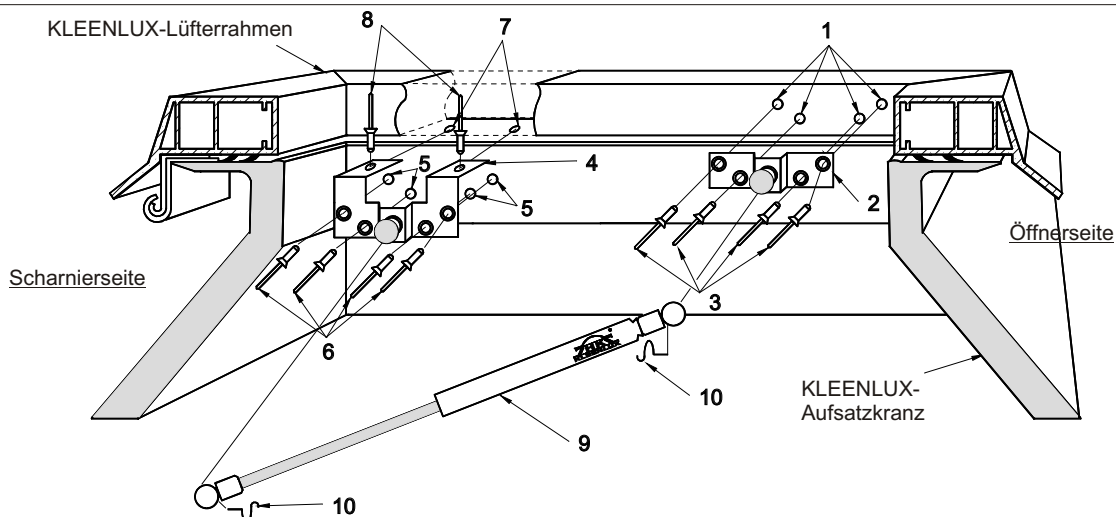

Abb. 3: Kugelkopf­konsolen- und Gasdruckfeder­montage
- ➋ Schieben Sie die untere Kugelkopf­konsole (Abb. 3, Pos. 4) mittig zur angezei­chneten Stelle zwischen Aufsatzkranz und Lüfter­rahmen und zeichnen die Bohr­stellen an der Aufsatzkranz-Innenseite an (Abb. 3, Pos. 5).
- ➌ Bohren Sie an den angezei­chneten Stellen Löcher mit $\text{\O} 5\text{mm}$ (Abb. 3, Pos. 5) und nieten die Kugelkopf­konsole fest (Abb. 3, Pos. 4+6).
- ➍ Positionieren Sie die obere Kugelkopf­konsole (Abb. 3, Pos. 2) mittig und waagrecht zur angezei­chneten Stelle am Lüfter­rahmen und zeichnen die Bohr­stellen an (Abb. 3, Pos. 1).
- ➎ Durchbohren Sie die angezei­chneten Stellen mit $\text{\O} 5\text{mm}$ und nieten die Kugelkopf­konsole am Lüfter­rahmen fest (Abb. 3, Pos. 2+3).
- ➐ Entriegeln Sie den Lüfter­rahmen und öffnen ihn auf ca. 85° . Klinken Sie die Gasdruckfeder(n) (Abb. 3, Pos. 9) fest in die obere und untere Kugelkopf­konsole ein (Abb. 3, Pos. 2+4).
- ➑ Setzen Sie die Sicherungsfedern an beiden Enden der Gasdruckfeder(n) ein (Abb. 3, Pos. 10).
- ➒ Durchbohren Sie vom Dach aus den Aufsatzkranz durch die oben­liegenden Bohrungen (Abb. 3, Pos. 7) der unteren Kugelkopf­konsole(n) mit $\text{\O} 5\text{mm}$ und nieten die Konsole(n) fest (Abb. 3, Pos. 4+8).